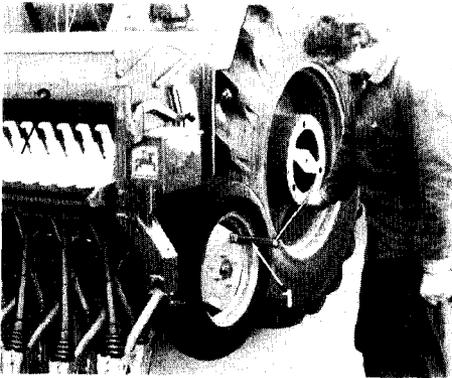

Fig. 24
- Die Sämaschine mit dem Schlepper so weit anheben, bis die Räder sich frei drehen können (Fig. 24).
- Abdrehkurbel (Fig. 24/1) in das am rechten Rad befindliche quadratische Rohr stecken und rechts herum drehen, bis Saatgut aus allen Sägehäusen (Fig. 24/2) in die Abdrehmulden fällt.